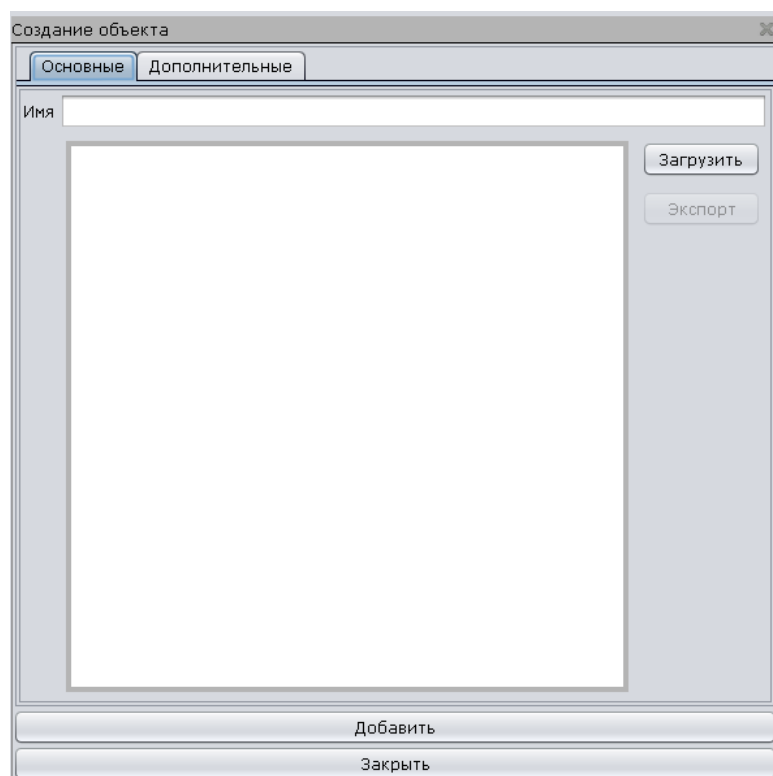
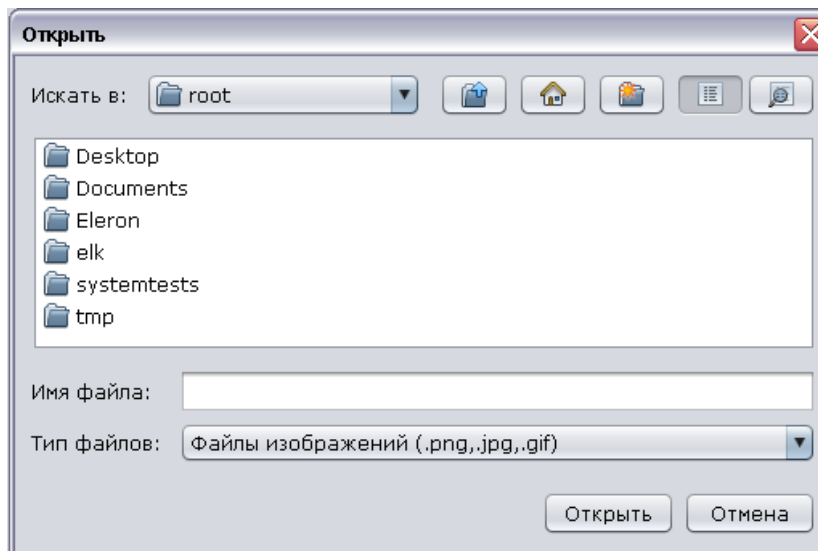

Рис. 129
Рис. 130
14.4.2. в открывшемся окне (Рис. 129) нажать кнопку «Загрузить» и выбрать в стандартном диалоге файл, содержащий изображение (рекомендуемый формат *.PNG) (Рис. 130).